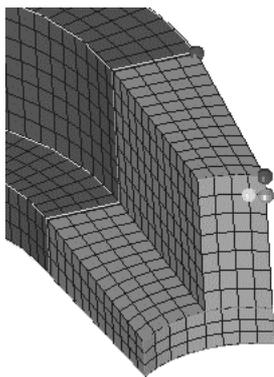

图 5-37 创建直臂六面体网格
- (6) 在 density= 栏中输入 12。此栏表示在两组壳单元之间生成的网格数。
- (7) 单击 solids 按钮完成网格划分，如图 5-37 所示。